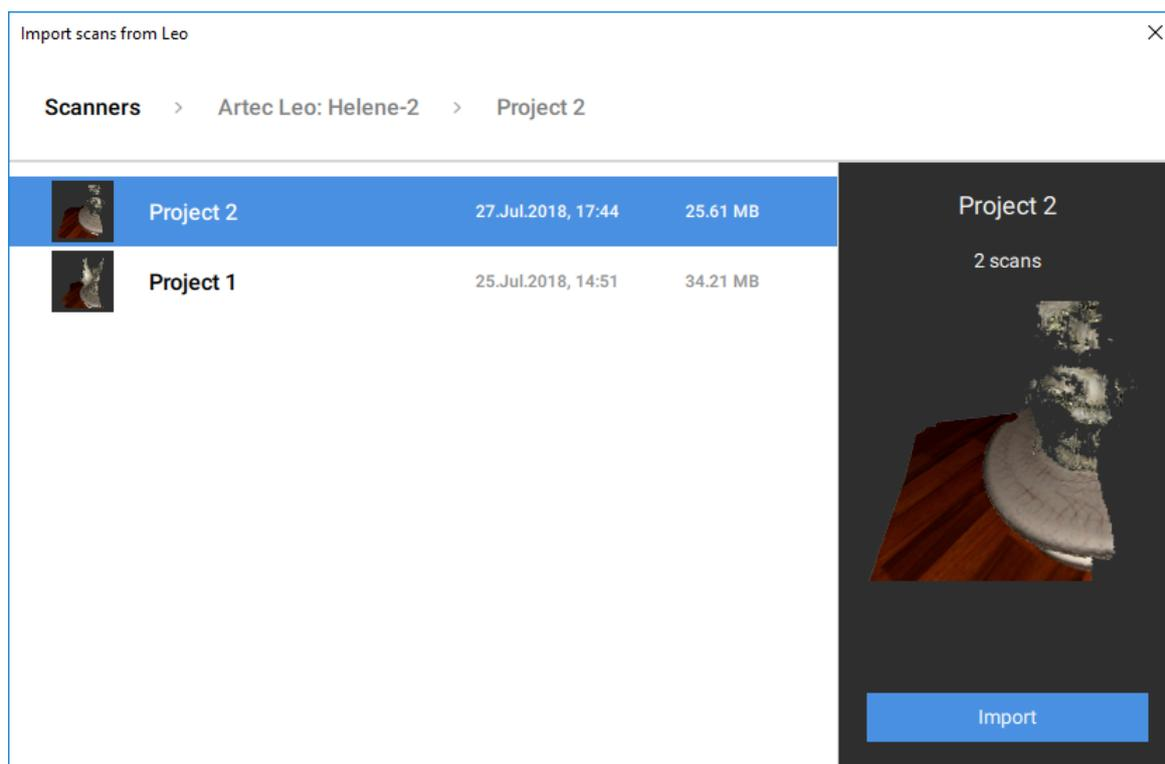

Рис. 8.1: Диалог выбора импортируемых проектов с Leo.
4. Затем используя либо ЛКМ, либо ↑ и ↓, выберите проект, который вы хотите загрузить (Рис. 8.1)